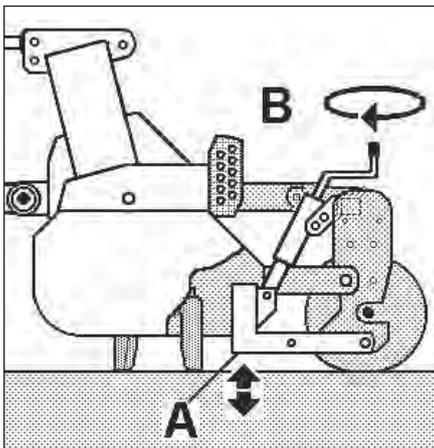

Fig. 30
- **livellare** orizzontalmente il terreno. L'affinamento maggiore si ottiene abbassando la barra, minore invece alzandola; la regolazione si effettua tramite il regolatore **B** (Fig. 30).
Registrazione della barra A (Fig. 30)
- **niveler le terrain horizontalement.** On peut obtenir un émiettement grand en abaissant la barre et en plus petit en la soulevant **B** (Fig. 30).
Registation de la barre arrière A (Fig. 30)
- **die horizontal Nivellierung** des Bodens. Eine höhere Entärtung erzielt man durch Senkung, eine niedrigere durch Hebung der Stange. Die Verstellung wird durch die kurbel **B** (Fig. 30) verwirklicht.
Einregulierung der stange A (Fig. 30)
- **horizontally levelling** the soil. A higher degree of crumbling is obtained by lowering the bar, while a lower degree is achieved by lifting it, the regulation is possible with the crank **B** (Fig. 30).
Adjustment of the bar A (Fig. 30)
La afinación mayor se consigue bajando la barra, menor en cambio levantándola; la regulación se efectúa trámite el regulador **B** (Fig. 30).
Registración de la barra A (Fig. 30)